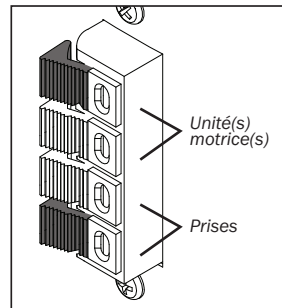

FIGURE 7
- Connexions bas voltage : le Wave comprend 4 bornes bas voltage. Connecter les fils bas voltage de prises d'aspirations aux deux bornes bas voltage du BAS et les fils bas voltage de la/les unité(s) motrice(s) aux deux bornes du haut (figure 7).